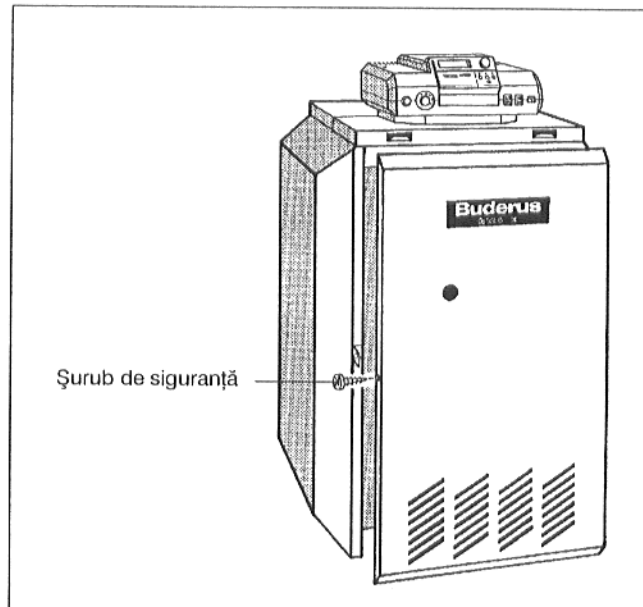

Fig. 39: Se montează peretele anterior al cazanului
- Șuruburile din dreapta și din stânga se înșurubează în pereții laterali (Fig. 39).